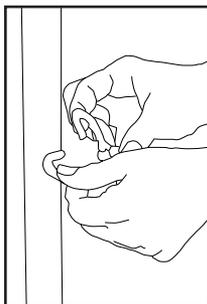

Fig. 2
1. Separe el extremo redondeado del retenedor del cable para abrirlo lo suficiente de modo que se lo pueda colocar alrededor del mango de la aspiradora (Fig. 2).